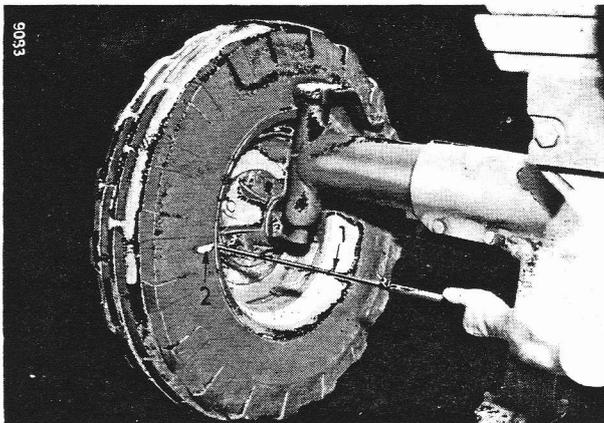
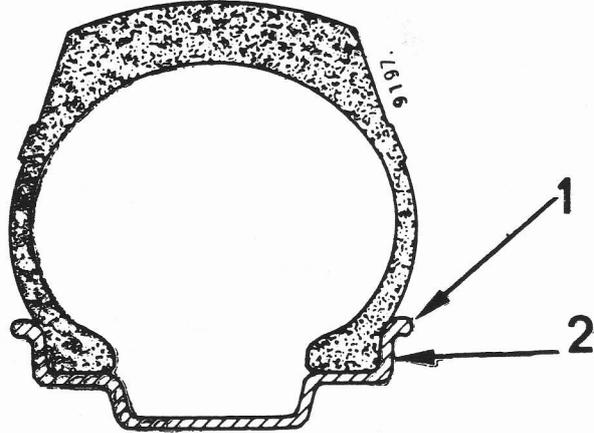

Figure 102 - Mesure du pincement
Figure 103
Les roues avant doivent avoir un pincement de 2 à 8 mm. Faites une marque sur les pneus à la hauteur des chapeaux de moyeu. Voir (2, fig. 102). Mesurez la distance entre jantes en plaçant la règle (1) contre le flanc des jantes (2, fig. 103) à la hauteur des repères (2, fig. 102).